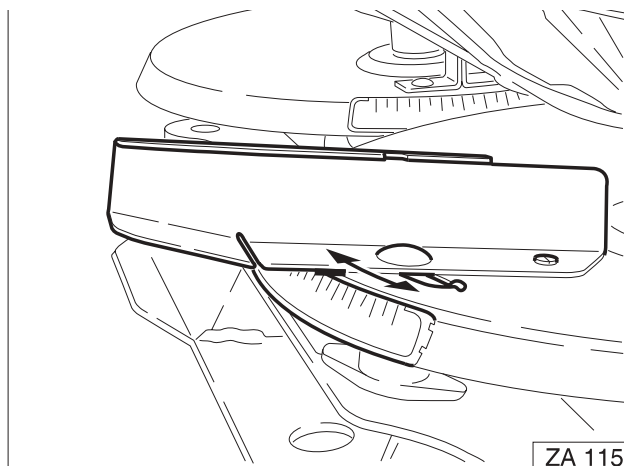

Fig. 31
- Vleugelmoer (Fig. 31/1) losdraaien.
- Afleeskant (Fig. 31/2) van de lange schoep (Fig. 31/3) op de waarde "40" van de schaal (Fig. 31/4) verdraaien.
- **Vleugelmoer (Fig. 31/1) weer vastzetten (zonder gereedschap).**